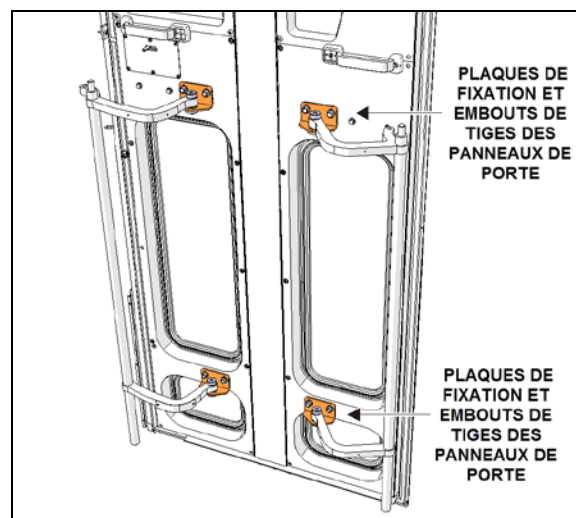

FIGURE 38:AJUSTEMENT DES PANNEAUX DE PORTE
2. Retirer les vis fixant les panneaux de portes (FIGURE 38).